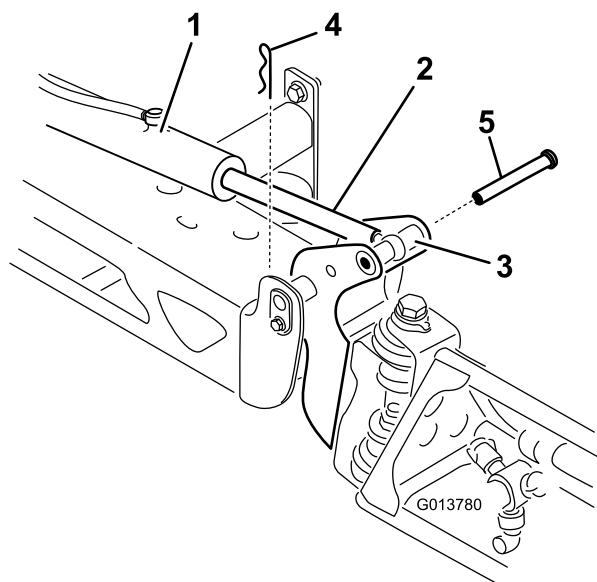

图 63
2. 从枢轴销 图 63 上拆下开口销。
- 支撑住喷洒臂将柱销插入喷洒臂枢轴和提升器杆 图 63。
- 向上提起喷洒臂拆下柱销 图 63然后将喷洒臂慢慢放到地面上。